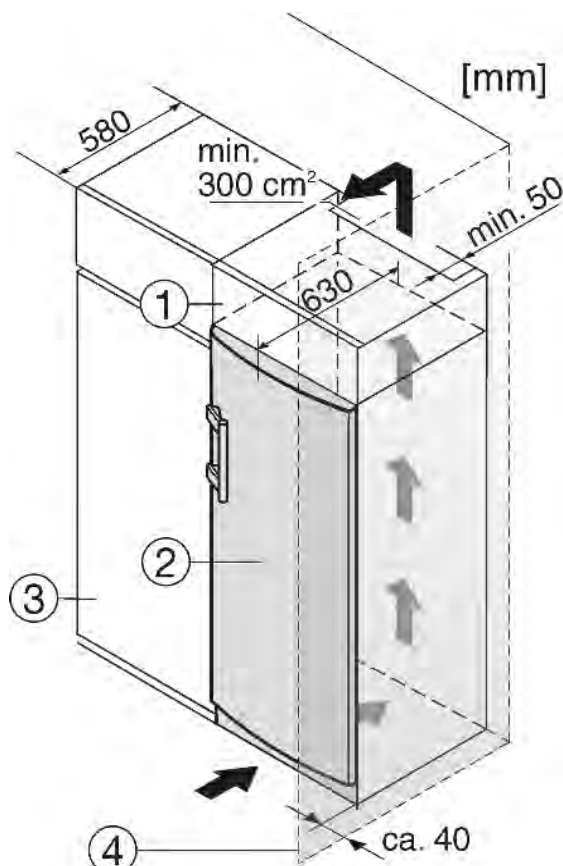

Fig. 9
- (1) Дополнительный шкафчик
(2) Устройство
(3) Кухонный шкаф
(4) Стенка
Устройство может быть окружено предметами кухонной обстановки. Чтобы уравнять устройство Fig. 9 (2) по высоте с кухонной стенкой, можно установить над устройством соответствующий дополнительный шкафчик Fig. 9 (1).
При комбинировании с обычными кухонными шкафами (глубина макс. 580 мм) устройство можно установить непосредственно рядом с кухонным шкафом Fig. 9 (3). Дверь устройства выступает по сторонам на 34 мм и по центру устройства на 50 мм относительно передней стенки кухонного шкафа. Поэтому ее можно свободно открывать и закрывать.
Если устройство установлено на шарнирах у стены Fig. 9 (4), то расстояние между устройством и стеной должно быть не менее 40 мм. Настолько выступает ручка при открытой двери.